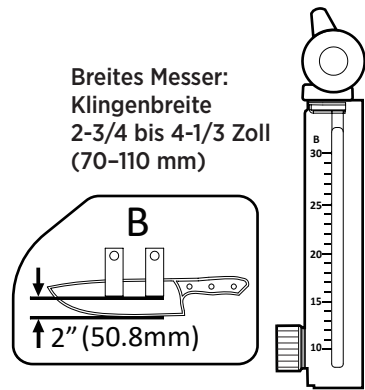

Fig. 7
**Breites Messer:** Für Klingen mit einer Breite von 2-3/4 bis 4-1/3 Zoll (70-110 mm) verwenden Sie die B-Montageposition, wie auf dem Basisschild angegeben. Der Schleifwinkelbereich beträgt 10°-30° (Siehe Fig. 7).